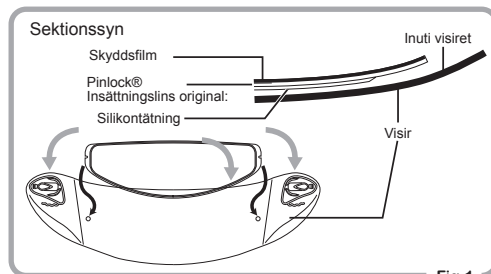

Fig.1
- ① Sätt silikontätningssidan av Pinlock® Insättningslins original på insidan av visiret, utan att dra av skyddsfilmen från linsen. Sätt sedan Pinlock® Insättningslins original på insidan av visiret genom att klicka fast den i excentersprintarna. (Fig. 1 och 2)